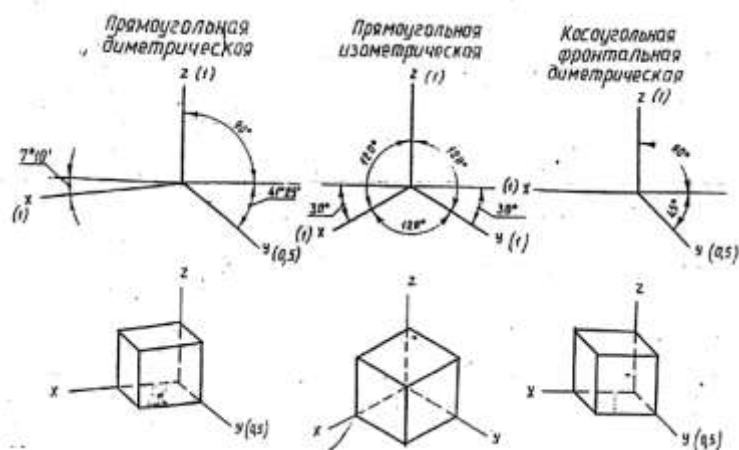

Рис.12 Виды аксонометрических проекций
- косоугольная фронтальная диметрическая проекция и др. (рис.12.)